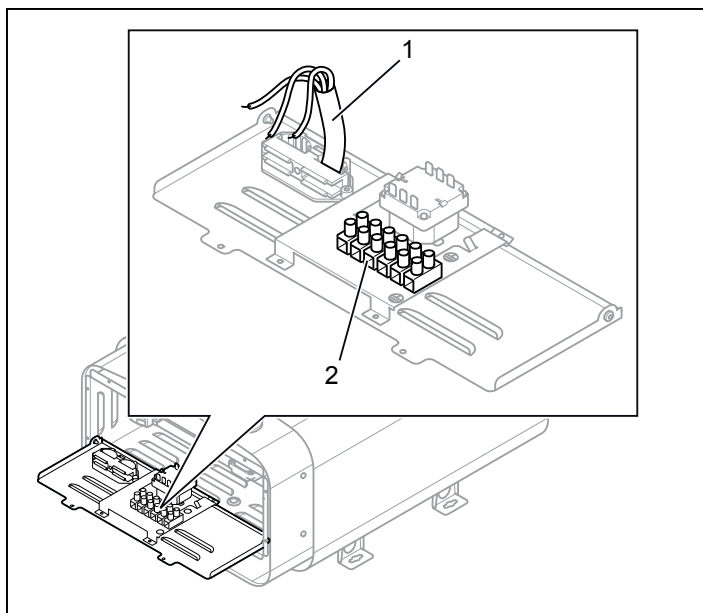
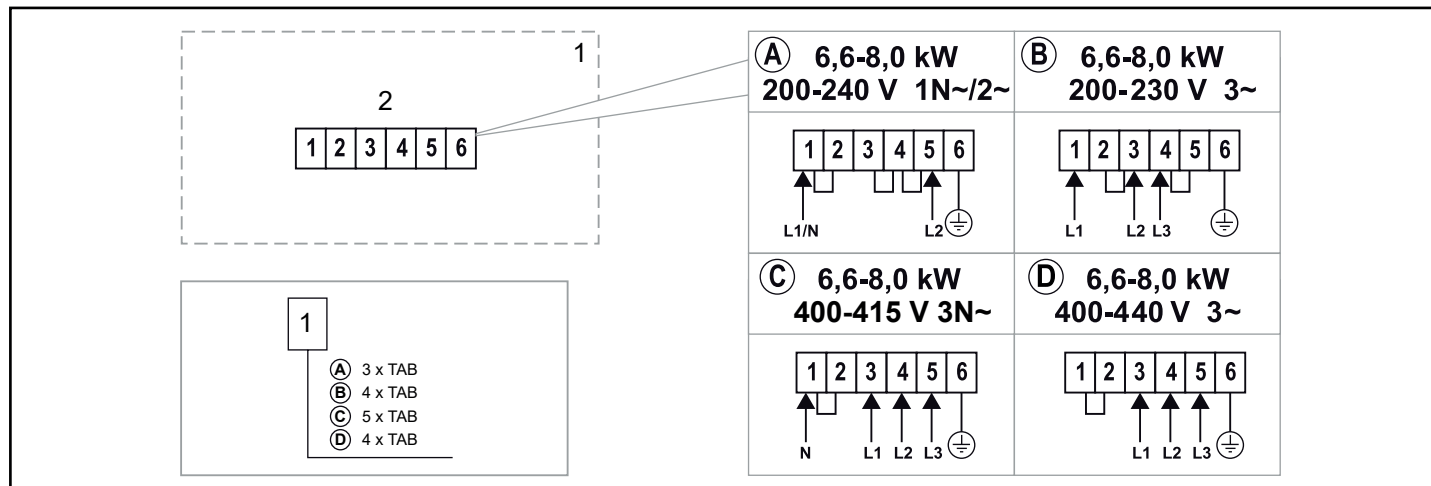

Рисунок 6: Монтажная плата
Рисунок 12: Схема соединений
3. Подключите провод (см. Рисунок 6) согласно схеме соединений (см. Рисунок 12).
При подключении к источникам напряжения или при ином числе фаз (если это не указано в Рисунок 12 свяжитесь с технической службой Tuļõ.